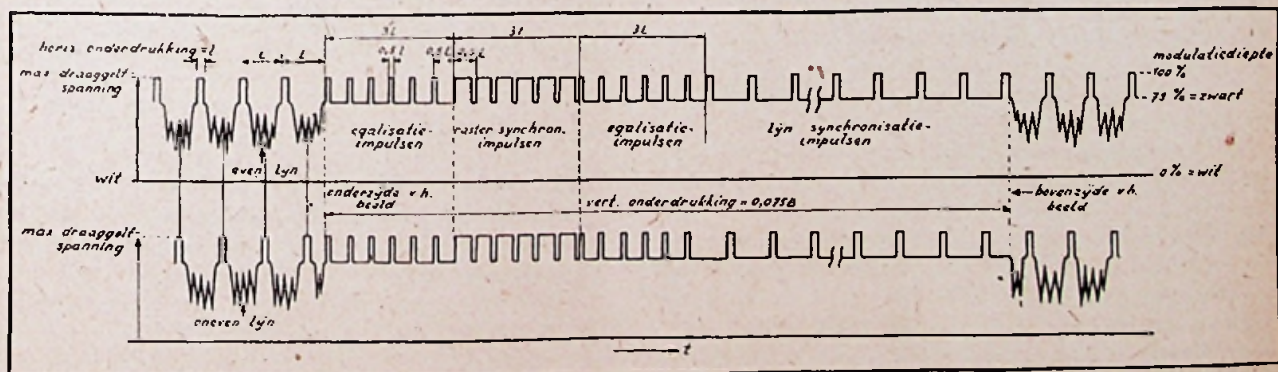

Fig. 1
7. In de beeldzender wordt gedeeltelijk onderdrukte zijbandtransmissie gebruikt. Fig. 1 geeft de Philips standaard weer voor de beelduitzending.